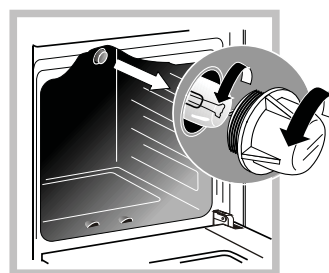

Рис.19
- Открутите стеклянный плафон (рис.19)